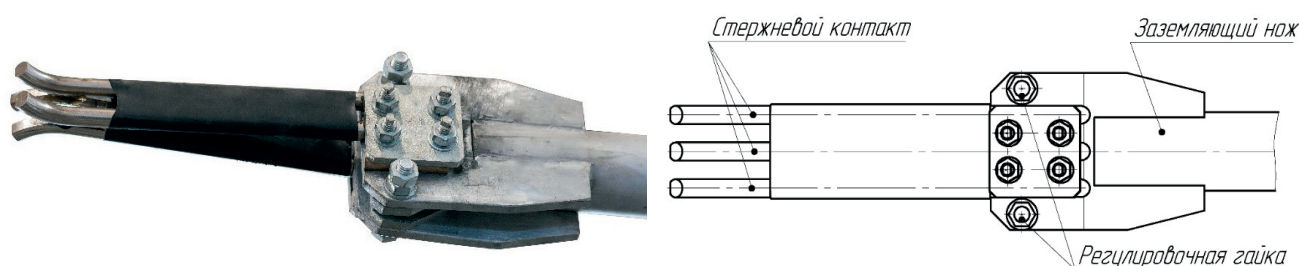

Рисунок 11.2 Измерение контактного нажатия контактов заземляющего ножа
11.3.5 Усилие контактного нажатия пальцевых контактов заземляющих ножей должно составлять  $(145 \pm 10)$  Н. Усилие следует измерять, установив раствор щупов измерителя нажатия на ширину  $(10 \pm 0,5)$  мм. При необходимости выполнить регулировку изменением затяжки регулировочных гаек (см. рис. 11.2).